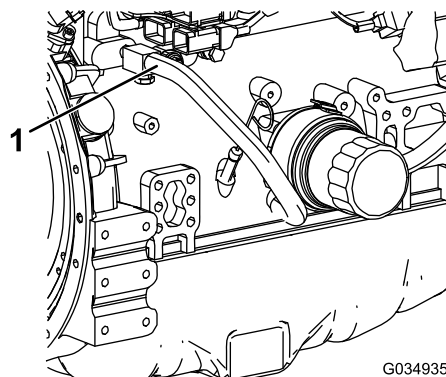

Рисунок 120
7. Отсоедините шланг охлаждающей жидкости от маслоохладителя двигателя (Рисунок 120).